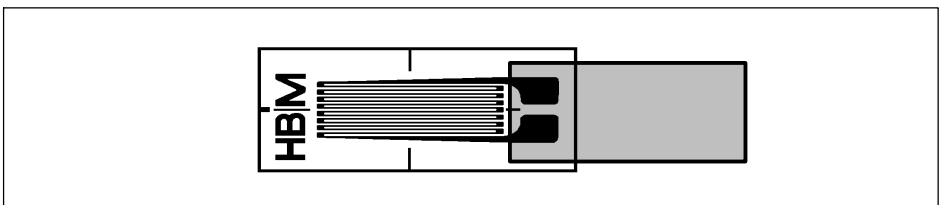

Abb. 5.3 Scharnierartige Verbindung bei DM ohne Anschlussbändchen
- ▶ Stellen Sie bei DMS ohne Anschlussbändchen die scharnierartige Verbindung nach Abb. 5.3 her (ohne zusätzliche Lötstützpunkte).